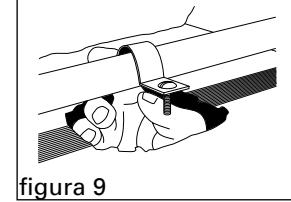

figura 9
- Cierre automáticamente la abrazadera sobre el tubo exterior y ponga en el centro sobre el hueco con los tornillos boca abajo (figura 9).